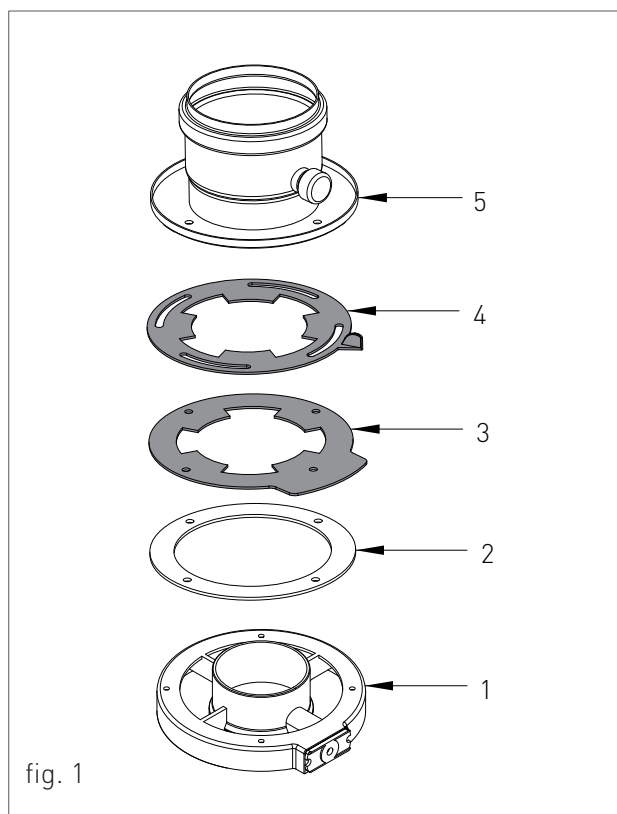

fig. 1
- › inserire il raccordo flangiato (5-fig.1) o altro componente previsto in base al sistema coassiale adottato;